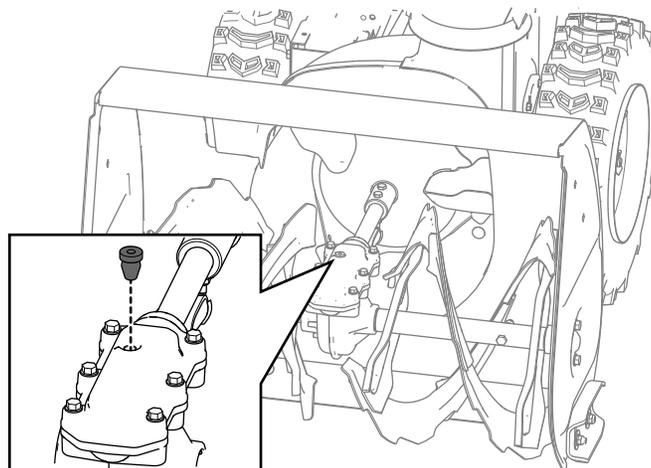

Figure 28
2. Nettoyez la surface autour du bouchon de tuyau et retirez le bouchon du boîtier d'engrenages (Figure 28).